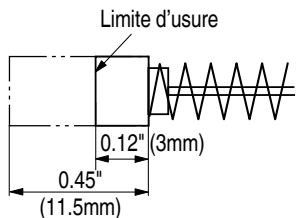

Fig. 11
6. Contrôle des balais en carbone (Fig. 11)